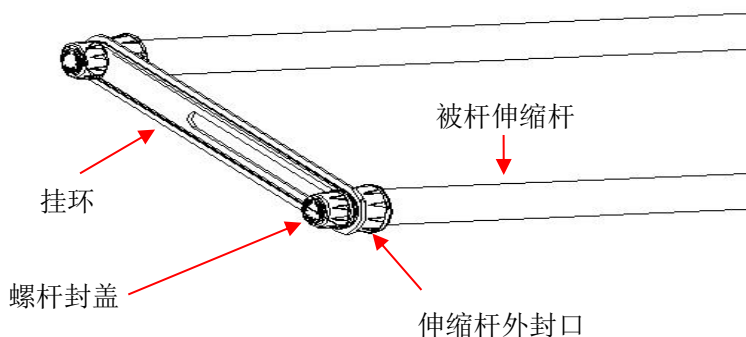

图 15
2. 安装被杆：拧退被杆伸缩杆上的螺杆封盖，然后将螺杆封盖与挂环固定在被杆上。安装完成如图 15 所示。